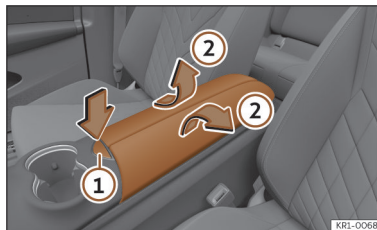

Fig. 91 Apoio de braços central dianteiro.
Para *abrir* o apoio de braços pressione o botão ① >>> Fig. 91. No interior encontra-se um compartimento porta-objetos.